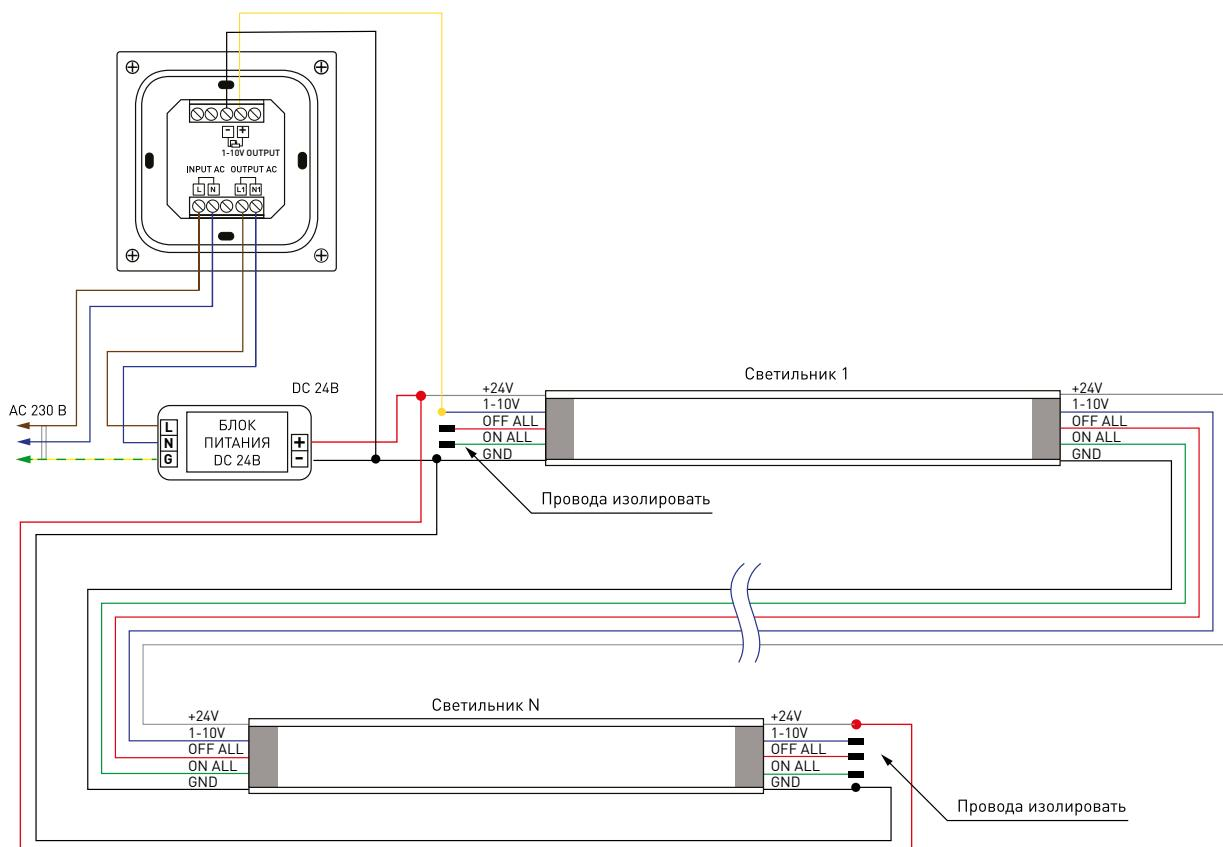

Рис. 2. Последовательное подключение группы светильников
- ↗ Регулировка яркости свечения осуществляется с помощью стандартной панели управления 1-10 В при необходимости. Схема подключения панели управления приведена на рис. 2. Панель управления не входит в комплект поставки и приобретается отдельно. Если управлять яркостью свечения не нужно, панель 1-10 В не подключается, при этом автоматически устанавливается максимальная яркость свечения.
- ✓ Рекомендуется подключение питания с обеих сторон группы при последовательном соединении светильников (рис. 2) для обеспечения равномерного свечения светильников по всей длине группы.
Регулировка яркости свечения всех или нескольких светильников группы осуществляется с помощью стандартной панели управления 1-10 В при необходимости. Схемы подключения приведены на рис. 2 и 3. Автоматически устанавливается максимальная яркость свечения светильников, не подключенных к линии управления 1-10 В. Панель управления в комплект поставки не входит и приобретается отдельно. Если управлять яркостью свечения не нужно, панель 1-10 В не подключается, при этом автоматически устанавливается максимальная яркость свечения всех светильников группы.